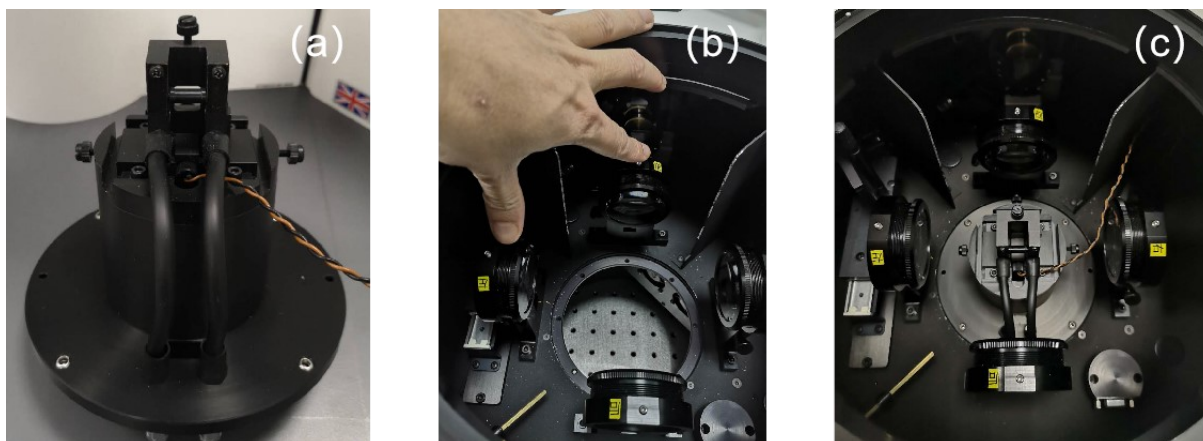

图 6-5 液体样品池支架的安装
(1) 液体样品池支架的安装: 如图 6-5 所示, (a) 为液体样品池支架; (b) 打开仪器的样品仓, 将“前”、“左”两面透镜取下; (c) 轻轻地将液体样品支架如图示方向放入, 注意不要碰到其他的透镜。安装后稍微旋转一下支架, 发现如果旋转不了说明已放至卡槽的位置, 然后将拆下的“前”、“左”两面透镜安装上, 并旋好透镜镜架两侧的固定螺丝。